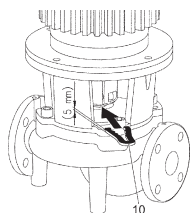

Fig. 13: Namestitev montažnih vilic
10. Montažne vilice (Fig. 13, pol. 10) potisnite med laterno in spojko. Montažne vilice morajo biti nameščene brez zračnosti.
13. Montažne vilice (Fig. 13, pol. 10) potisnite med laterno in spojko. Montažne vilice morajo biti nameščene brez zračnosti.